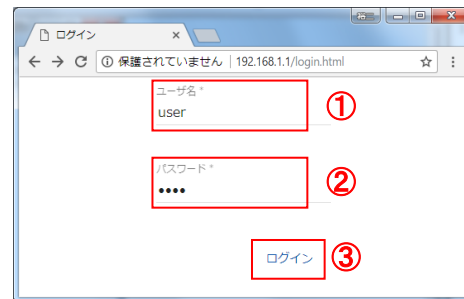

図9. ELセンサログイン画面
- (1) ELセンサのLANポートと設定用PCのLANポートをLANケーブルで接続します。
- (2) Google Chromeを起動して、アドレスバーに「192.168.1.1」と入力します。
- (3) キーボードの「Enter」キーを押します。
- (4) ユーザー名に「user」と入力します。(図9、①)
- (5) パスワードに「user」と入力します。(図9、②)
- (6) 「ログイン」をクリックします。(図9、③)
| 5 | 「サーバツウシンカクニン OK」と表示されたことを確認し、「セット」ボタンを押下する。 → 「NG」となる場合は、図9を参考にELセンサのランプ状態を確認し、ELセンサが正常起動していることを確認してください。 | サーバツウシンカクニン OK |